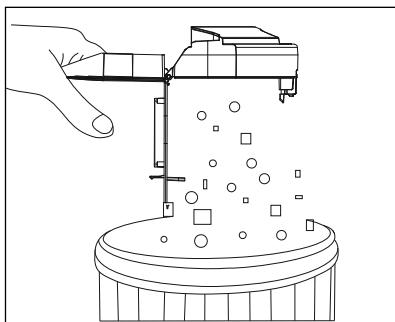

Fig. 9
- 3) Svuotare il contenitore del contenitore della polvere **16** in un contenitore per rifiuti (vedere fig. 9).